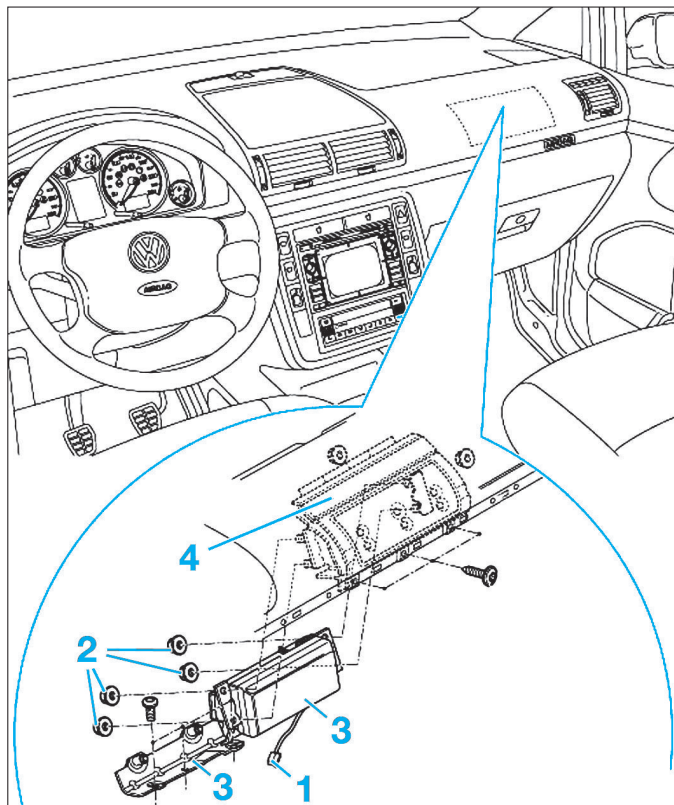

Fig. 6
- Débrancher le connecteur (1) de l'airbag passager (Fig.6).
- Dévisser les écrous six pans (2) de fixation de l'airbag.
- Déposer l'airbag passager (3) du cadre de maintien (4).